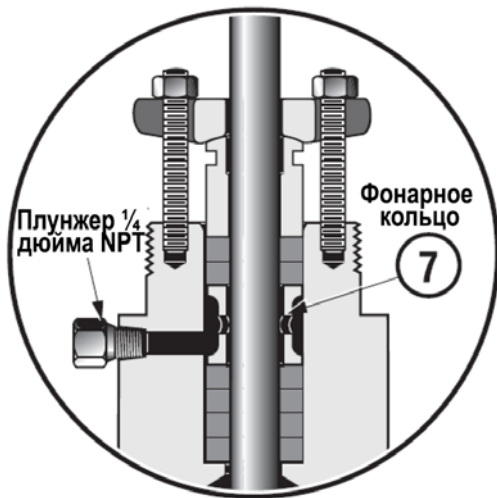

Рисунок 2. Соединение для смазочного устройства (дополнительно)
- J. Если имеется соединение для устройств определения утечек, подсоедините его к боковому порту с нормальной трубной резьбой NPT в крышке. Если такое соединение отсутствует, плунжер с нормальной трубной резьбой 1/4 дюйма NPT должен оставаться на месте (рисунок 2).
- B. Установите уплотняющую прокладку кольца седла (11) и кольцо седла (14).